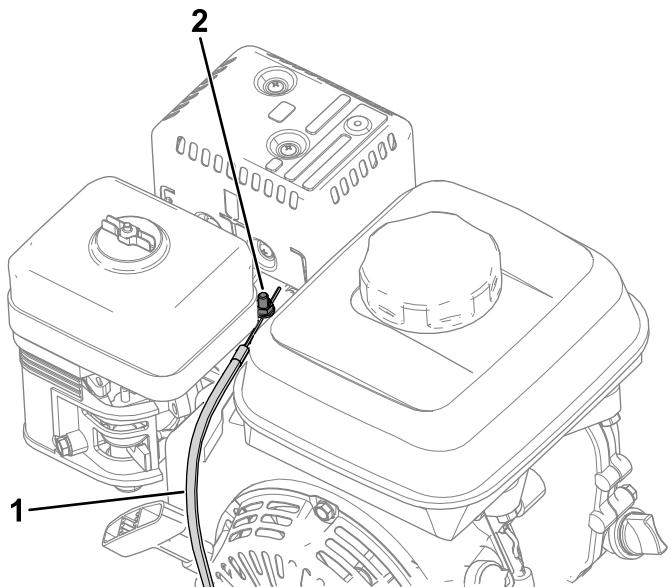

Figura 35
4. Afloje el tornillo de la abrazadera del conducto del cable (Figura 35).